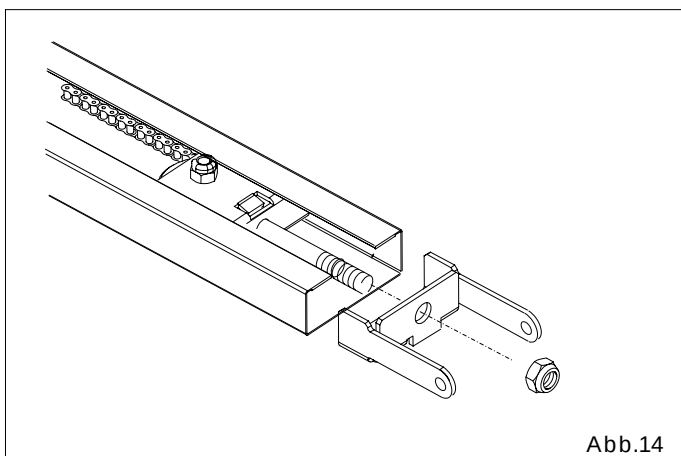

Abb.14
5.10 Den Flansch in die Laufschiene einsetzen und mit der entsprechenden Schraubenmutter blockieren (Abb.14).